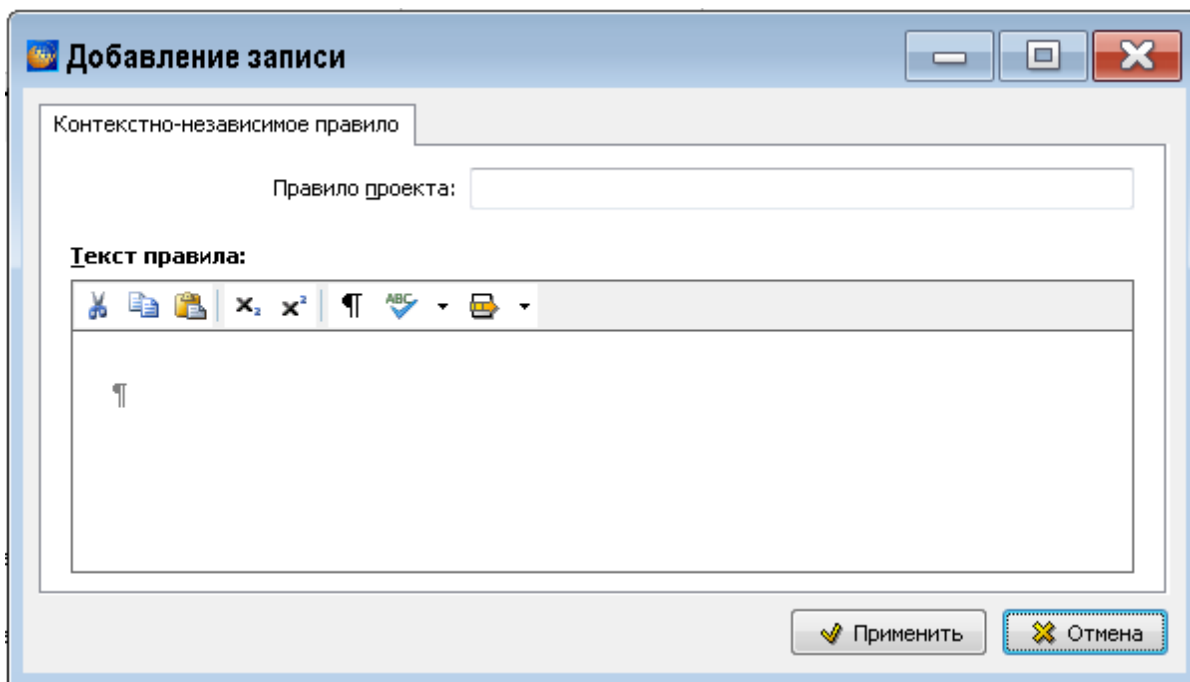

Рисунок 987
4) В окне **Добавление записи** введите название правила проекта и его текст (рисунок 987).